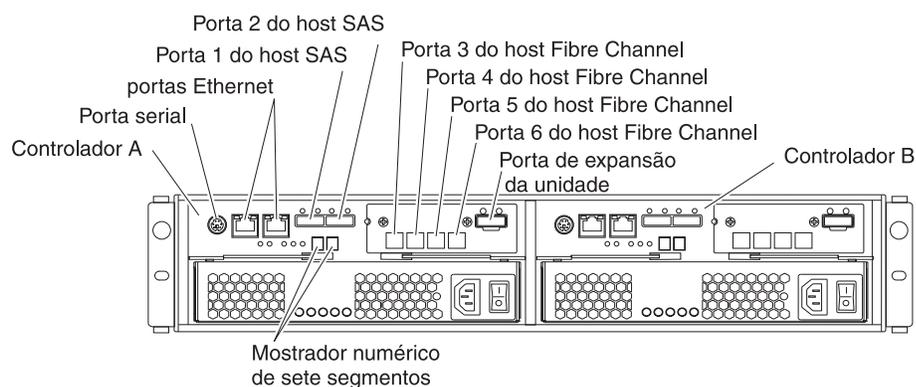

Figura 3-35. Local dos Conectores de Host em Controladores de Armazenamento
2. Conecte os cabos Fibre Channel aos módulos SFP nas portas do host do controlador e aos módulos SFP no comutador Fibre Channel ou conector de interface ótica nos adaptadores de barramento de host. Figura 3-35 mostra o local nos controladores das portas do subsistema de armazenamento onde os cabos do sistema host são conectados.